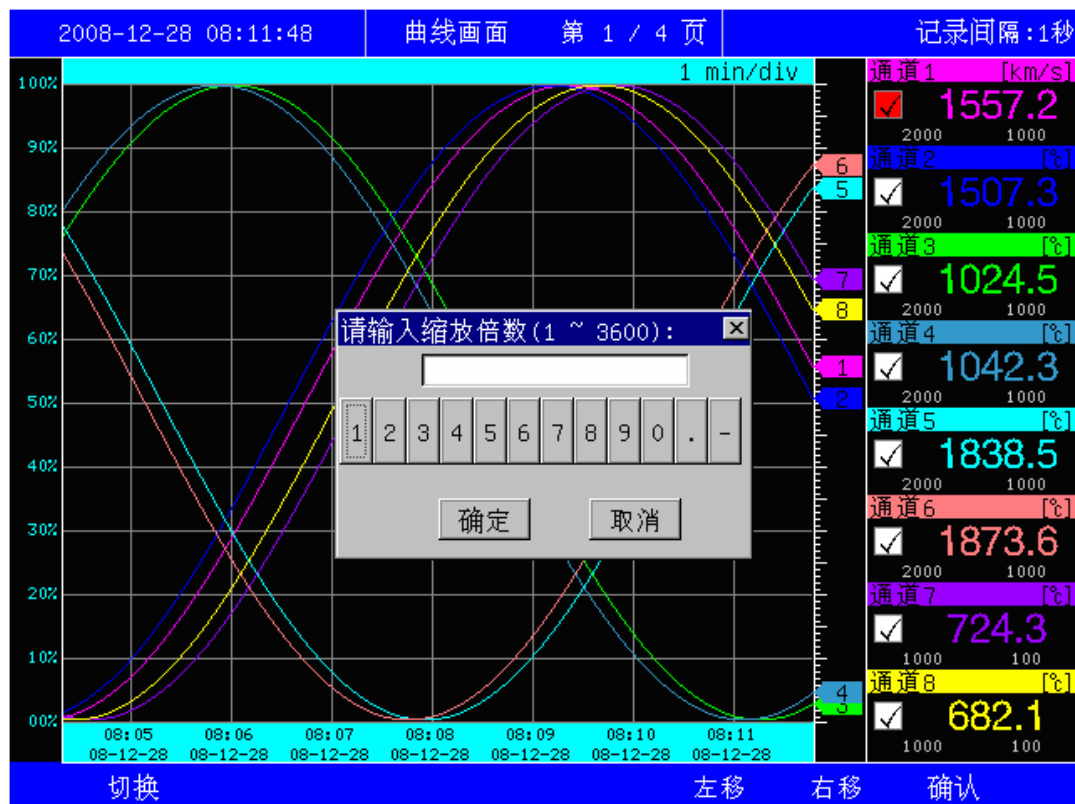

图 5.14 实时曲线缩放画面
- S: 操作提示, 在各种状态下显示按钮的作用(其中按缩放键, 即可对实时曲线进行相应的缩放, 如图 5.14);